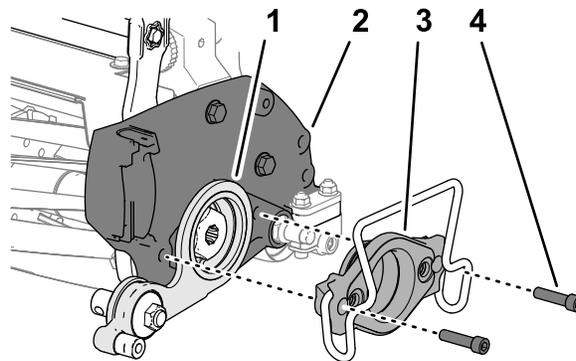

Figura 19
1. Alinhe o conjunto do rolete na unidade de corte como se mostra em Figura 19.
2. Alinhe a placa intermédia na placa lateral da unidade de corte como se mostra em Figura 19.
3. Instale a montagem do motor na placa intermédia e na placa lateral da unidade de corte (Figura 19).
4. Instale a montagem na placa (Figura 19) com os dois parafusos de cabeça sextavada interior (5/16 pol. x 1¼ pol.) que retirou em Remoção da montagem do motor (página 4).